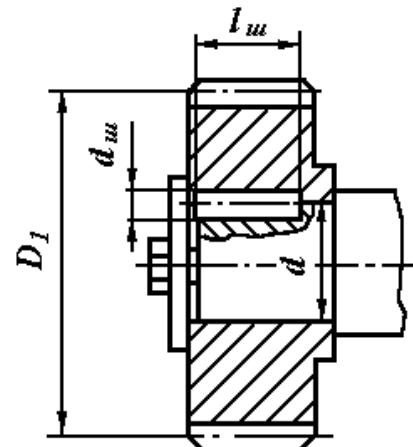

Рисунок 6.8
21. - штифт расположен параллельно оси вращения(рисунок 6.8) соединение при этом обеспечивает передачу момента вращения  $T$ .
Задача 8. Зубчатое колесо закреплено на валу  $d$  при помощи цилиндрической шпонки (штифта) диаметром  $d_{ш}$  и длиной  $l_{ш}$  (рисунок 6.8). При перегрузке передачи шпонка оказалась срезанной. Определить окружное усилие на колесе диаметром  $D_1$ , при котором произошел срез.